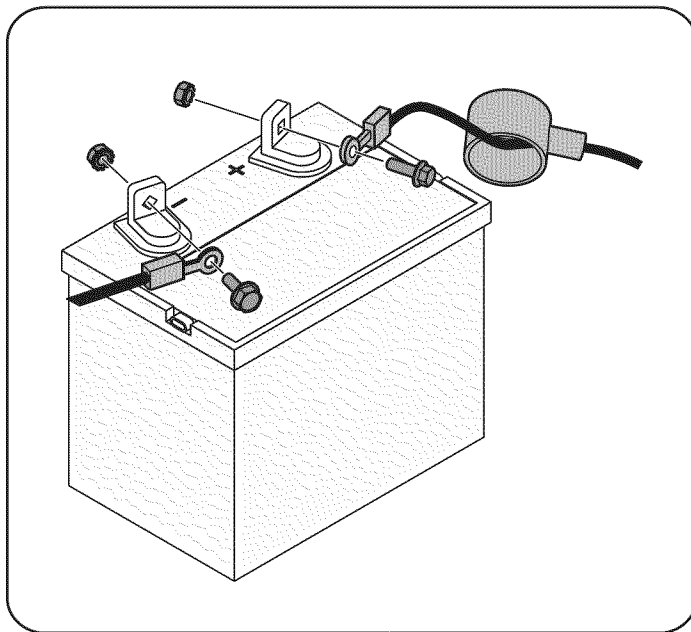

Figure 24
1. Quite la cubierta de plástico, si está presente, desde el terminal positivo de la batería y conectar el cable rojo al terminal positivo de la batería (+) con el perno y tuerca hexagonal. Véase la Figure 24.
2. Quite la cubierta de plástico, si está presente, desde el terminal negativo de la batería y conectar el cable negro al terminal negativo de la batería (-) con el perno y tuerca hexagonal. Véase la Figure 24.